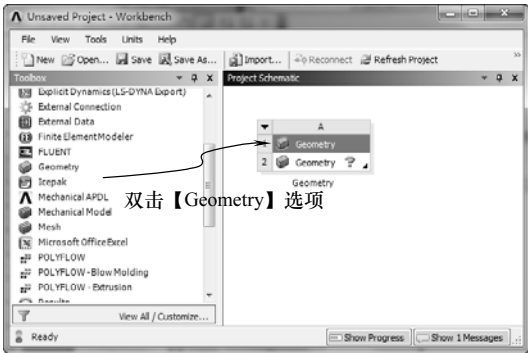

图 8-46 创建分析项目 A
3) 双击【Toolbox (工具箱)】中【Component Systems】下的【Geometry】选项，即可在【Project Schematic (项目管理区)】创建分析项目 A，如图 8-46 所示。